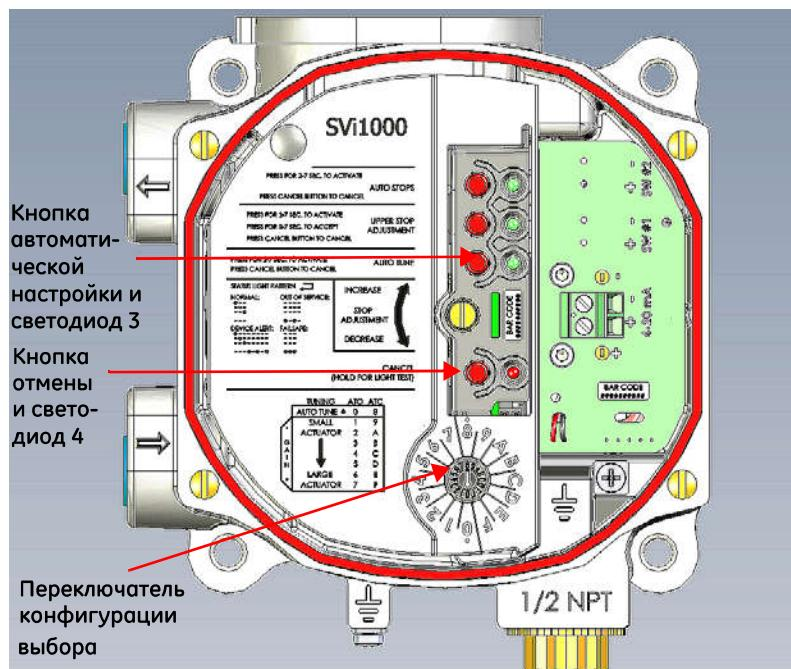

Рис. 24. Переключатель конфигурации
- С помощью переключателя конфигурации выберите параметр автоматической настройки (Рис. 24):